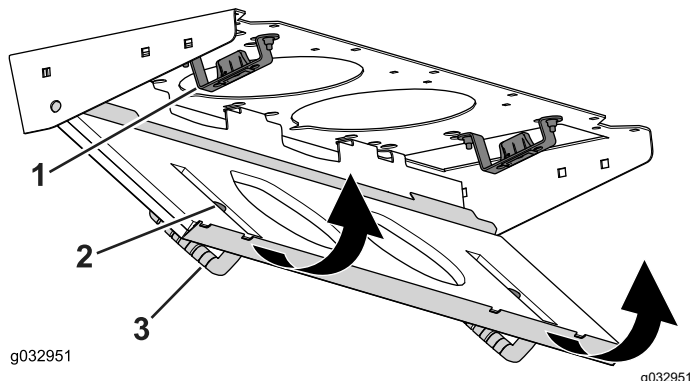

Рисунок 86
4. Поверните сетчатый фильтр вокруг монтажных лепестков так, чтобы защелка зафиксировалась в креплении защелки в сборе (Рисунок 86).